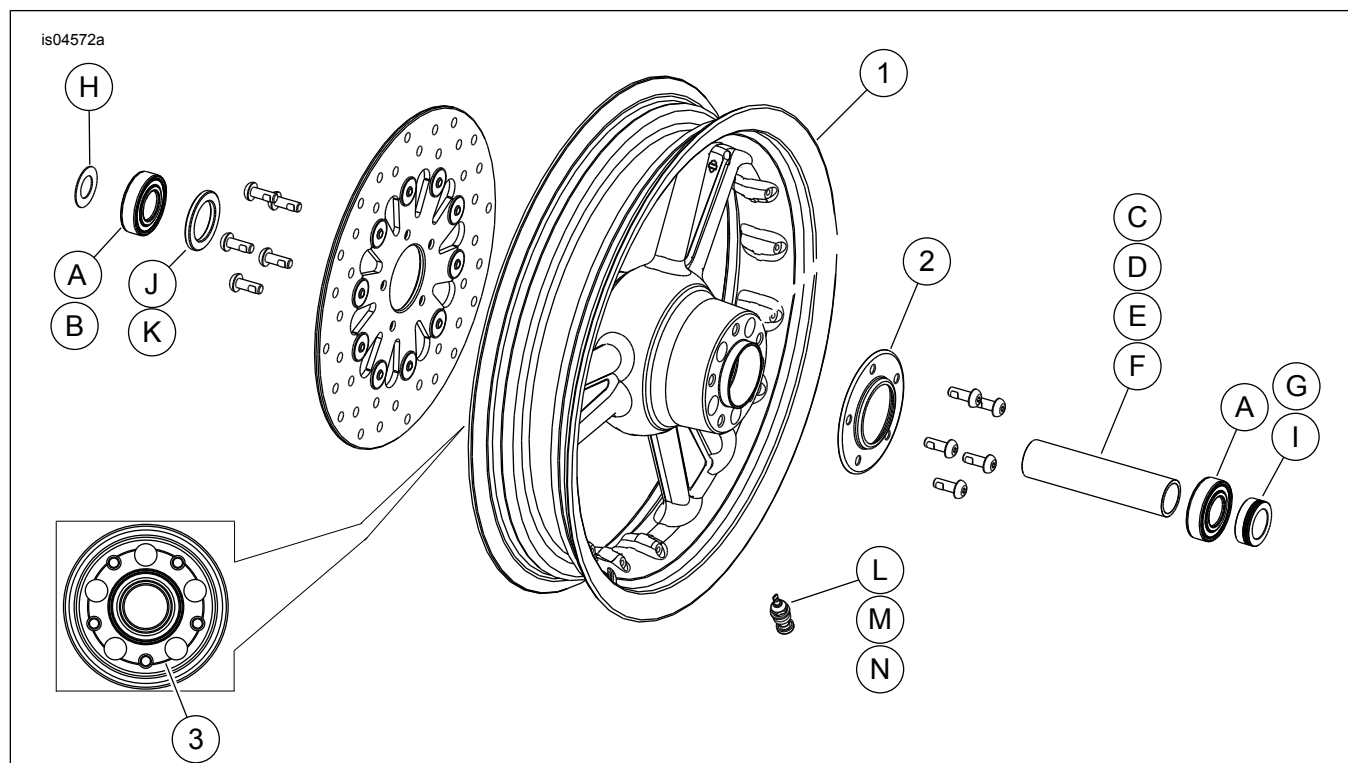

Figura 1. Parti di ricambio: Ruota anteriore Detonator (è mostrata la ruota da 16 pollici)
Vedere Figura 1 e le tabelle delle parti di ricambio.
2. Vedere Figura 1. Installare il gruppo dello stelo della valvola (M) sulla ruota. Vedere PNEUMATICI nel manuale di manutenzione.